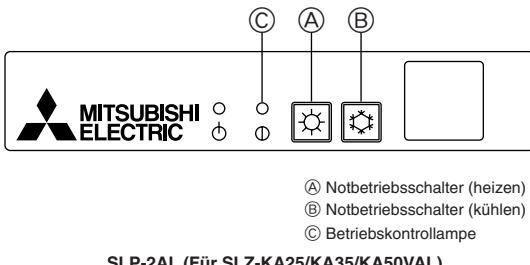

Fig. 10-1
10.3.1. Für Fernbedienung (Fig. 10-1)